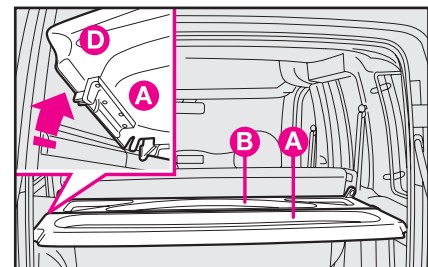

рис. 124
Полка багажника разделена на части (рис. 124). Чтобы снять полку багажника целиком:
2) Поднимите часть **A** (рис. 124) полки и положите её на часть **B**.
Чтобы установить полку на место, заново установить центральные фиксаторы **Д** (рис. 124), закрепить часть **В**, а затем часть **А**. Убедитесь, что полка надежно закреплена.